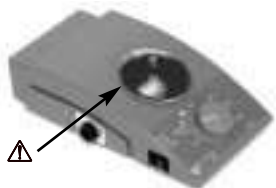

Fig. 1: punto di pericolo
- Evitare di toccare parti in movimento (pericolo di tagli, urti e schiacciamenti, vedi fig. 1: punto di pericolo).